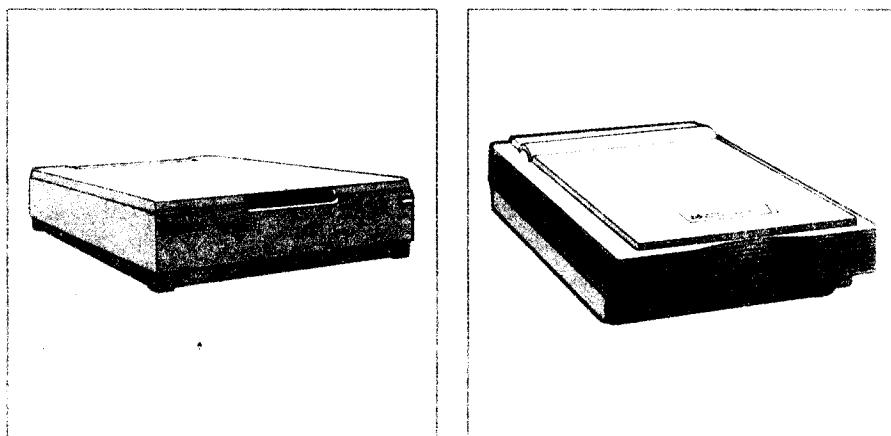

图 1.1 两种 HP 扫描仪
Hewlett-Packard (HP) 扫描仪的功能与普通办公室的复印机类似,也可把它看作一种电子照相机、“万能图形处理器”或为计算机提供眼睛的设备。HP 扫描仪是一种台式平板扫描仪。扫描仪从低分辨率的手控扫描仪到超高分辨率鼓式扫描仪有许多类型,HP 扫描仪是为满足中等扫描要求和从制作学校或工厂简报到像杂志一样的四色刊物所需的扫描仪。图 1.1 为两种 HP 扫描仪,其中左图为 HP I p 单色 300dpi 扫描仪,右图为 HP I cx 彩色和单色 400dpi 扫描仪。